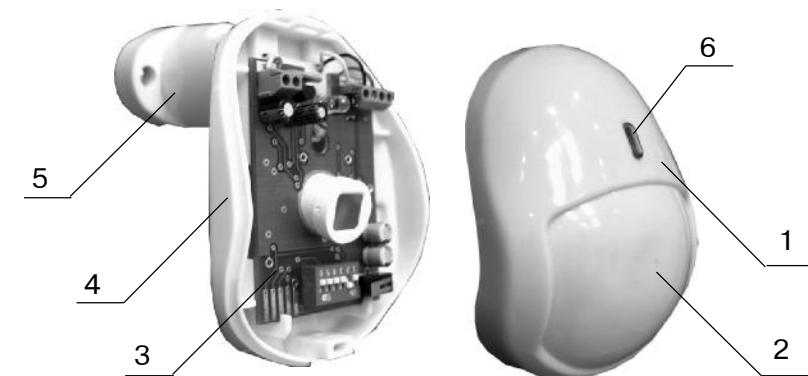

Рис. 24 Конструкция ИКШС-А
Конструкция ИКШС-А приведена на рис. 24.
- снимите крышку, вывернув при помощи отвертки винт, расположенный в нижней части основания извещателя (рис.24).